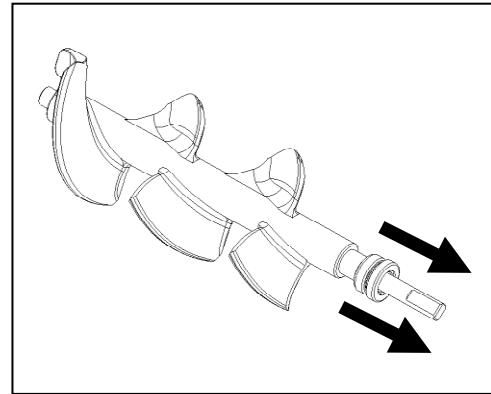
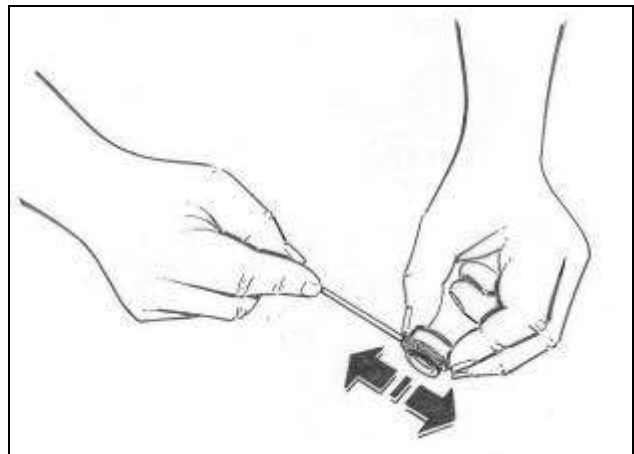

Abb. 10
Abb. 11
- Die hintere Dichtung (Abb.10) entfernen und mit der mitgelieferten Bürste vorsichtig reinigen, um eventuell vorhandene Lebensmittelreste zu entfernen (Abb.11)